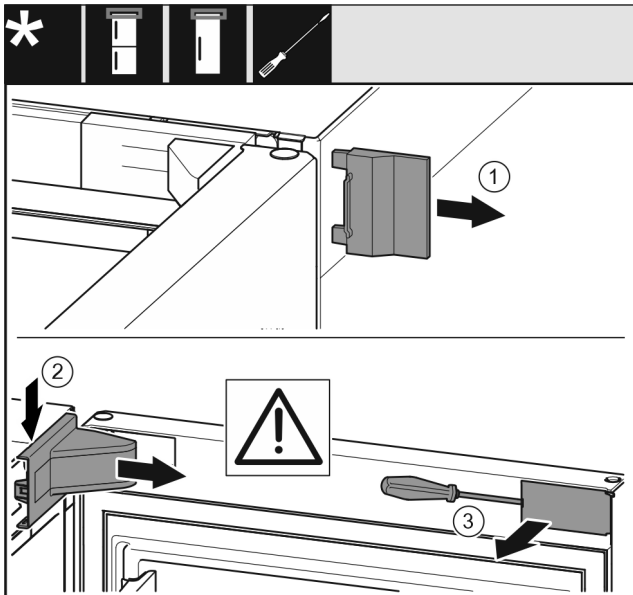

Fig. 9
- ▶ Ta bort det yttre skyddet. Fig. 9 (1)
- ▶ Haka av lagerbocksskyddet och lossa det. Ta bort lagerbocksskyddet. Fig. 9 (2)
- ▶ Lossa panelen med hjälp av en spårskruvmejsel och vrid den åt sidan. Fig. 9 (3)